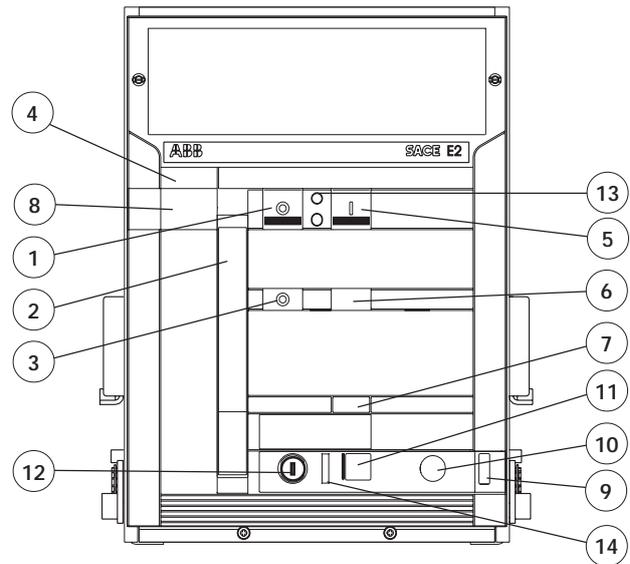

Fig. 23
- **ESTRATTO**: la parte mobile è inserita nella parte fissa **SENZA** collegamento tra i terminali di potenza e **SENZA** innesto dei contatti striscianti per i circuiti ausiliari; in questa posizione ogni manovra elettrica dell'interruttore è impedita; sul fronte il segnalatore (9, Fig. 23) indica **DISCONNECTED**; la porta della cella del quadro può essere chiusa.
- **ESTRATTO TEST**: la parte mobile è inserita nella parte fissa **SENZA** il collegamento tra i terminali di potenza, ma **CON** innesto dei contatti striscianti per i circuiti ausiliari; in questa posizione l'interruttore può essere manovrato per le prove in bianco. Il segnalatore (9, Fig. 23) indica **TEST ISOLATED**.
- **INSERITO**: la parte mobile è completamente inserita nella parte fissa **CON** collegamento sia dei terminali di potenza che dei contatti striscianti per i circuiti ausiliari; l'interruttore è in condizioni operative; il segnalatore (9, Fig. 23) indica **CONNECTED**.